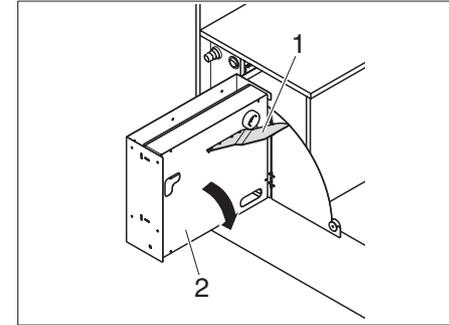

Fig. 76 Ribaltare verso il basso il fornello a gas
- ▶ Aprire la lamiera di supporto (Fig. 76,1) e ribaltare il fornello a gas (Fig. 76,2) verso il basso.